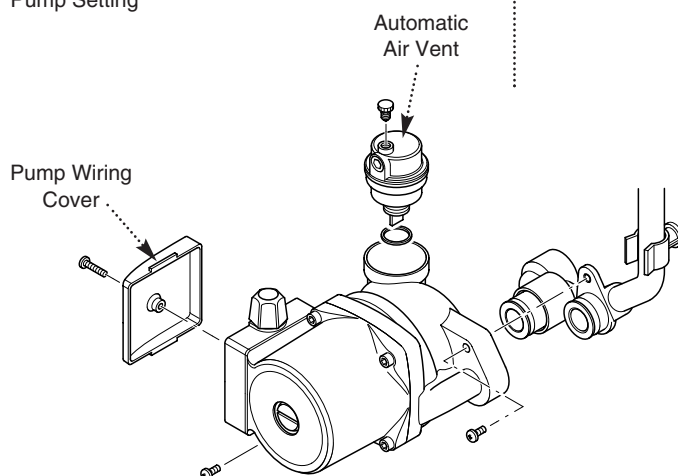

Fig. 58
12.14 Automatic Air Vent (Fig. 58)